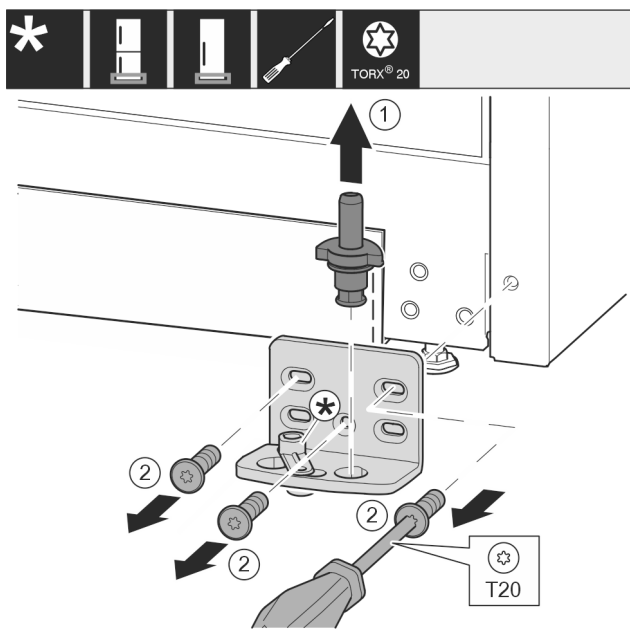

Fig. 11
- Lagerbout Fig. 11 (1) volledig naar boven toe wegtrekken.
- Schroeven Fig. 11 (2) met schroevendraaier er uit draaien en het lagerboks wegnemen.